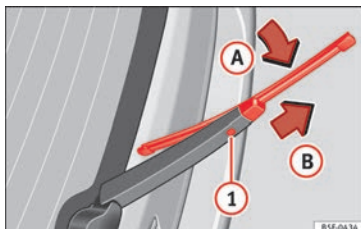

Fig. 81 Substituição da escova do vidro traseiro.
- Rode ligeiramente a escova » **Fig. 81** (seta **A**).